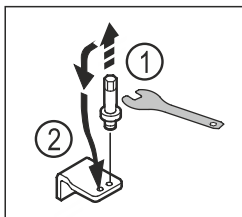

Fig. 22
- ▶ Kierrä alemman laakerijalustan pultit ulos SW5-ulkokuusioavaimella. Fig. 22 (1)
- ▶ Aseta pultit vastapäiselle puolelle. Fig. 22 (2)